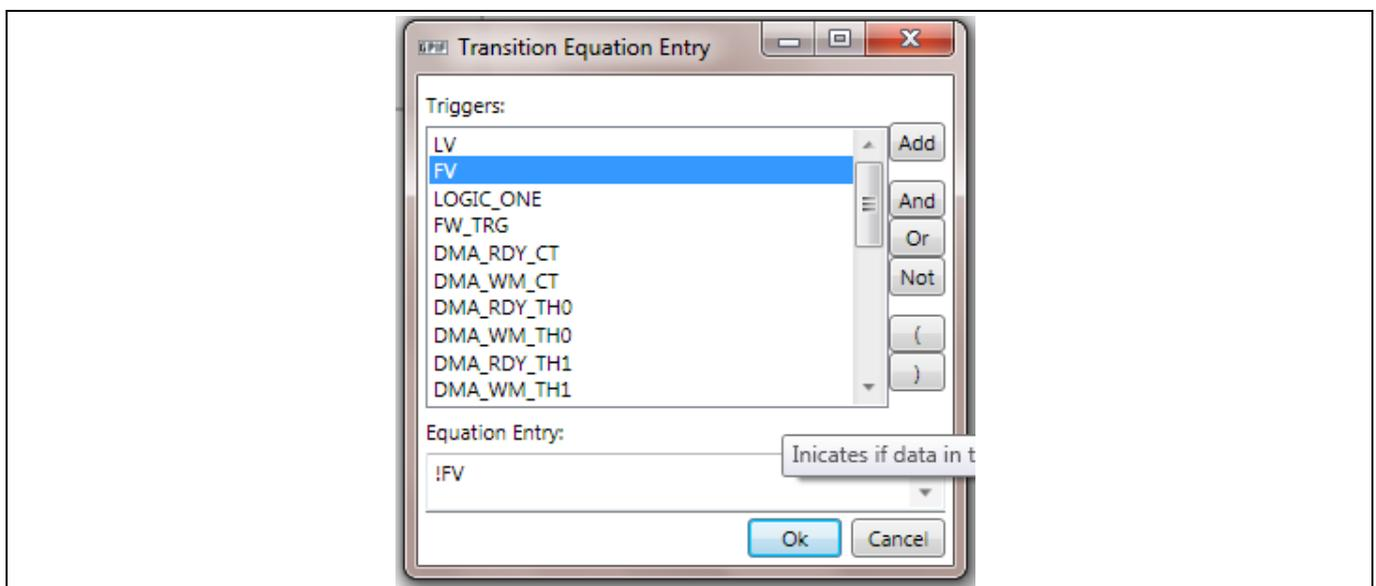
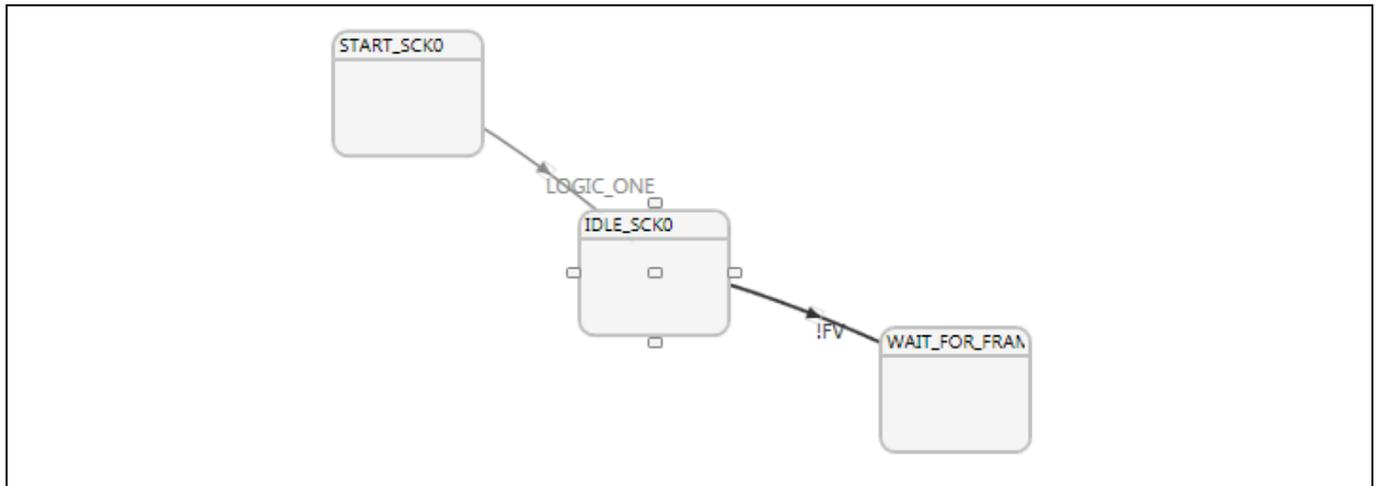

Figure 26 遷移ラインをダブルクリックしてこのウィンドウを開く
Figure 27 編集された遷移
4. IDLE_SCK0 から WAIT_FOR_FRAME_START_0 への遷移方程式を編集するために、遷移ラインをダブルクリックします (Figure 26)。LV と FV は、ブロックダイアグラムの名称変更された信号に対応する方程式として表示されます。FV を LOW に選択するために、ボタンと信号の選択肢を使用して方程式を作成します。「Not」 ボタンをクリックすると、「Equation Entry」 ウィンドウに「!」 記号が現れます。そして、FV 信号を選択し、「Add」 ボタンをクリックして(または FV エントリをダブルクリックする)、最終の方程式「!FV」を作成します。また、方程式入力ウィンドウに「!FV」と入力して方程式を直接入力することもできます。遷移は Figure 27 のようになります。